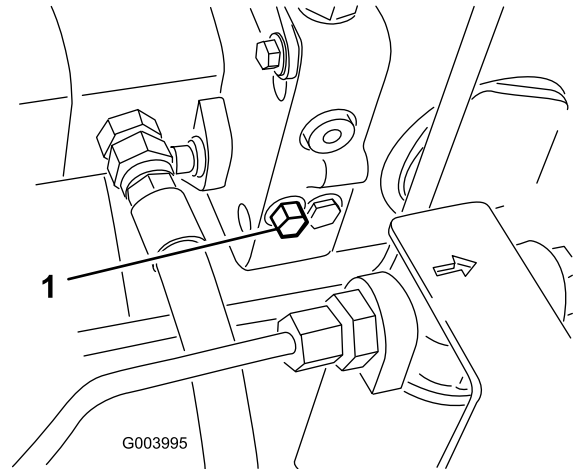

Figure 44
1. La vanne de dérivation est située du côté gauche de l'hydrostat (Figure 44). Tournez le boulon une fois et demie pour ouvrir la vanne et permettre la